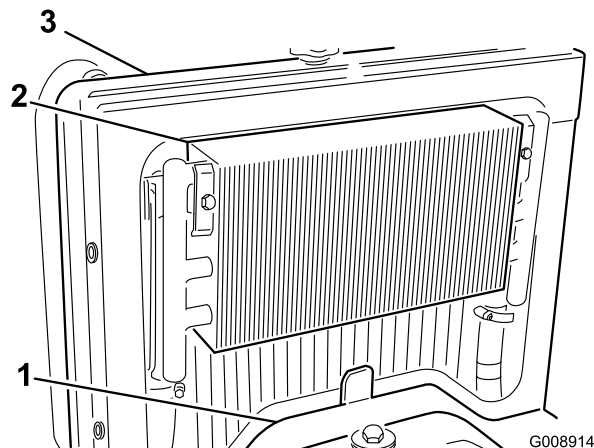

Bild 66
3. Entfernen Sie die Zugangsplatte (Bild 66).